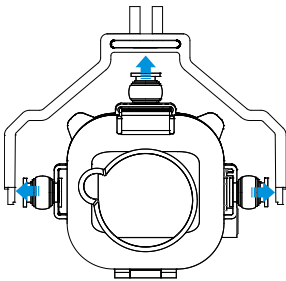

Fig.1
1. (Fig.1) Fixez l'absorbeur de vibration.
(Fig.1) Insérez la carte Micro-SD dans la caméra.